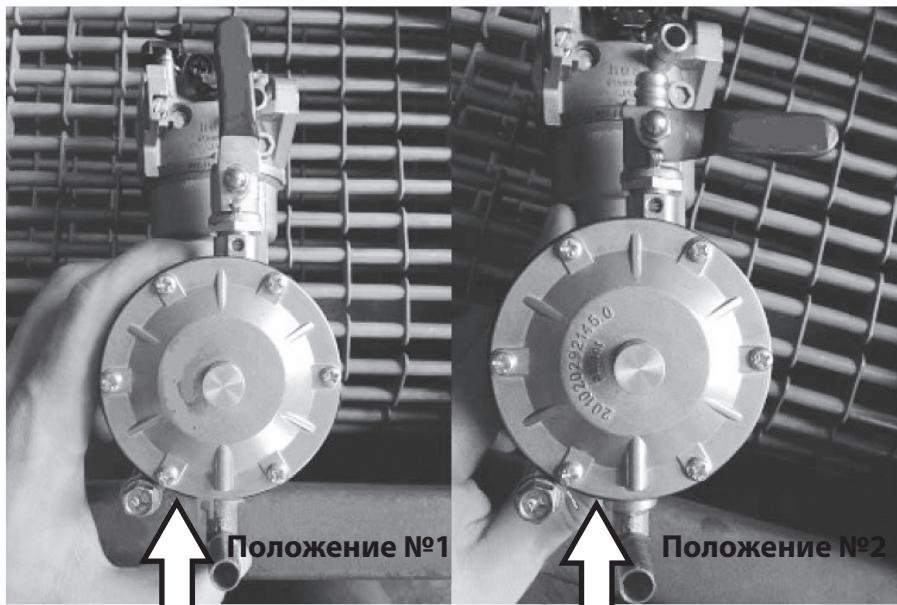

Рис. 2.
1. У якості палива використовується бензин марки АІ-92, а також побутовий зріджений балонний газ: пропан і бутан, бутан і магістральний газ (див. також рис. 2).
- При використанні бензину перевести важіль керування повітряною заслінкою у крайнє ліве положення при запуску холодного двигуна и в проміжне положення при запуску прогрітого двигуна. При використанні газу натиснути на декілька секунд кнопку в центрі регулятора (поз.1, рис.2) для заповнення впускої трубки газом, після чого відпустити кнопку.